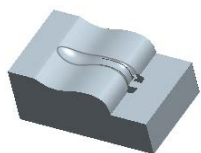

图 6.12 模型的下半部分体积块
Step5. 在“体积块分割”操控板中单击“体积块”按钮，在“体积块”界面中单击 1 ☒ 体积块_1 区域，此时模型的下半部分变亮，如图 6.12 所示，然后在选中的区域中将名称改为 lower_vol；在“体积块”界面中单击 2 ☒ 体积块_2 区域，此时模型的上半部分变亮，如图 6.13 所示，然后在选中的区域中将名称改为 upper_vol。